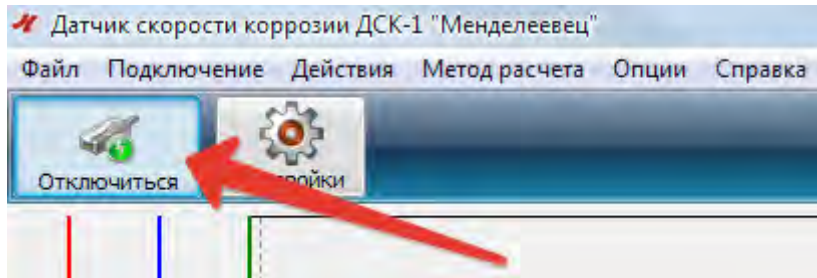

Рисунок 43 – Кнопка «Отключиться»
- 1) Нажать кнопку «Отключиться» (рисунок 43);